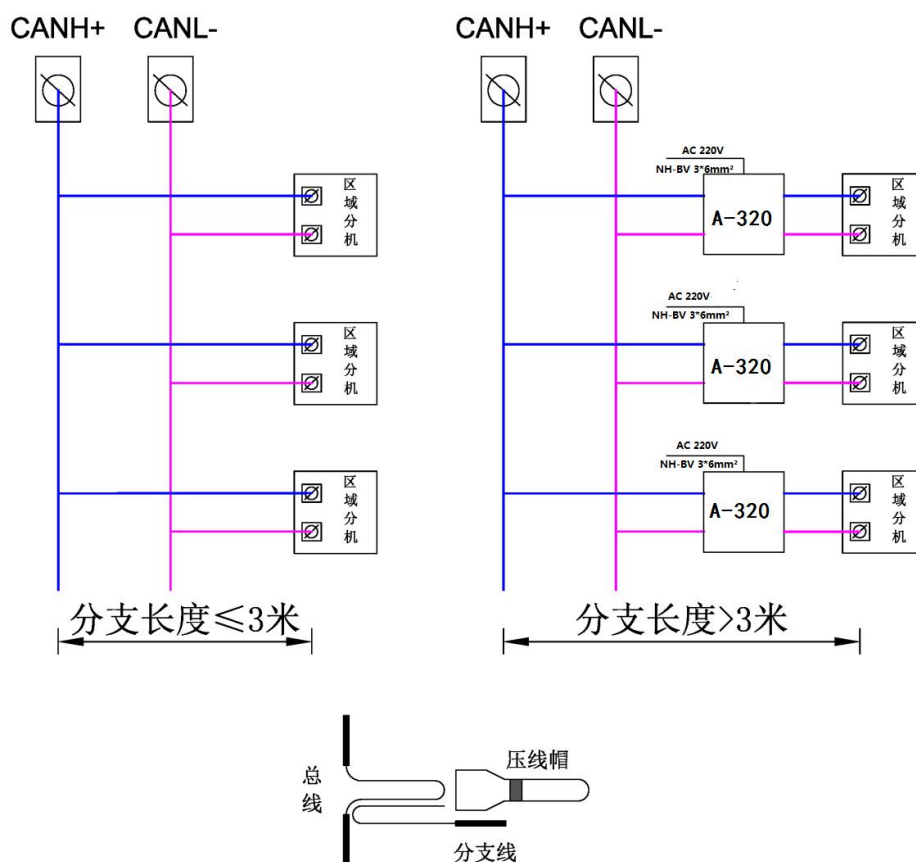

图 2.4 CAN 分支线方案
- ◇ 现场由于建筑结构关系必须采用总线分支的方式，建议按照图 2.4 接线方式。左图为分支线长度 ≤ 3 米时，可直接从总线上引出分支线，应保证分支线与总线的接点接触良好，以免过大压降。右图为分支线长度 > 3 米时，需在分支线上安装 CAN 中继模块，模块与总线节点间不能超过 3 米。
- ◇ 分支线连接方式建议按照图 2.4 中的方式，总线在接点处剥去绝缘护套，不截断，与分支线一起套上压线帽，使用压线钳压接牢固，注意压线帽的规格需要与线缆规格匹配。